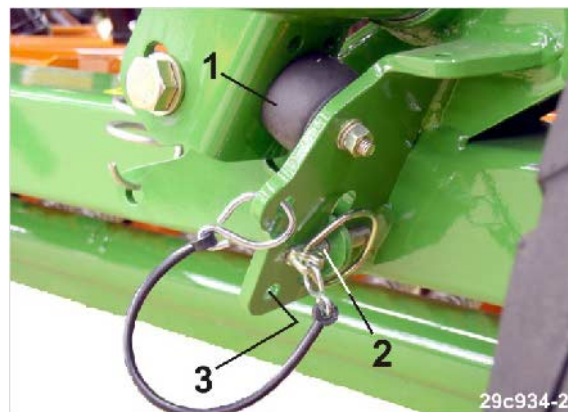

図 148
- 3.2 トラックマーカ敷設装置はゴム緩衝器 (図 148/1) に対して押し付けてください。
- 3.3 リンチピン (図 148/2) を引き出し、ボアの駐車位置 (図 148/3) に差し込みます。